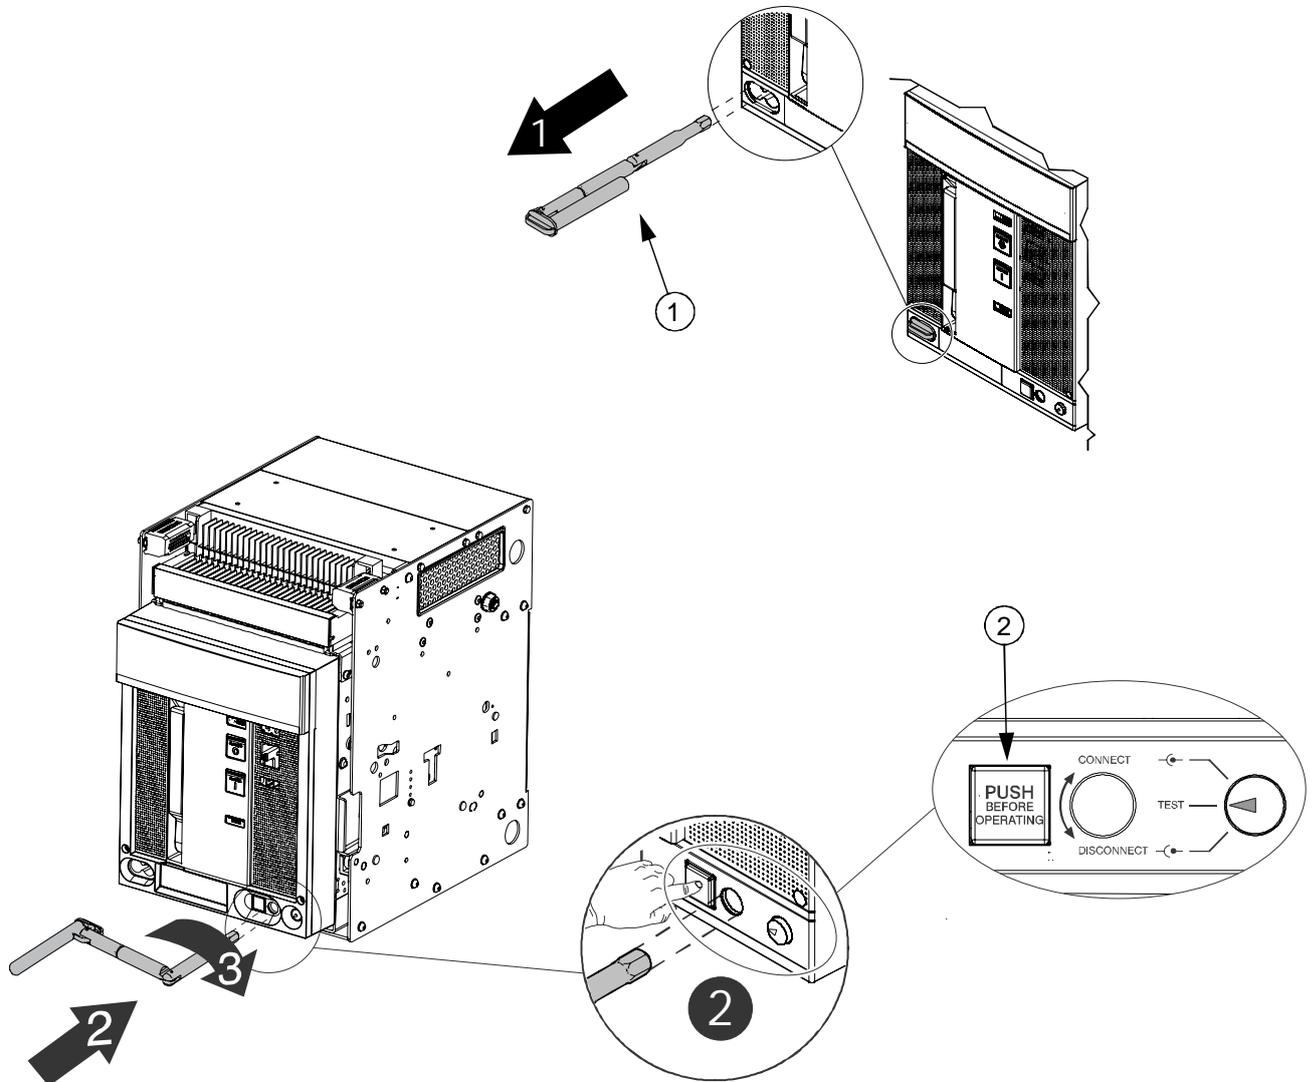

Fig. 12
Sbloccare la manovra premendo la levetta/pulsante di sblocco (2). Inserire la manovella (1) nel relativo innesto (fig. 12). Procedere quindi alla rotazione della manovella fino allo scatto automatico in blocco, coincidente con il ritorno nella posizione di riposo della levetta/pulsante (2). L'interruttore è in posizione di «test isolated» e può essere manovrato sia manualmente che elettricamente.
Unlock the operating mechanism by pressing the unlocking lever/push-button (2). Insert the handle (1) into its seat (fig. 12). Now turn the handle to the automatic locking position, at which the lever/push-button (2) will return to its inoperative position. The circuit-breaker is in the «test isolated» position and can be operated both electrically and in the manual mode.
Die Schaltung freigeben, indem man den Hebel/die Taste zur Entriegelung (2). Die Handkurbel (1) in die entsprechende Aufnahme (Abb. 12) stecken. Dann die Drehung der Handkurbel bis zur automatischen Einrastung in der Verriegelung vornehmen, die mit der Rückkehr des Hebels/der Taste (2) in die Ruhestellung übereinstimmt. Der Leistungsschalter befindet sich in der Position «test isolated» und kann sowohl von Hand als auch elektrisch geschaltet werden.
Débloquer la manœuvre en appuyant sur le levier/bouton-poussoir de déblocage (2). Introduire la manivelle (1) dans son accouplement (fig. 12). Puis tourner la manivelle jusqu'au premier cran automatique de blocage, qui coincide avec le retour levier/bouton-poussoir (2) dans la position de repos. Le disjoncteur est dans la position de «test isolated» et il peut être manœuvré aussi bien manuellement qu'électriquement.
Desbloquear la manivela presionando la palanca/pulsador de desbloqueo (2). Insertar la manivela (1) en el correspondiente acoplamiento (fig. 12). Efectuar la rotación de la manivela hasta el primer disparo automático en bloqueo, coincidente con el retorno en la posición de reposo de la palanca/pulsador (2). El interruptor está en posición de «test isolated» y puede ser maniobrado manual o eléctricamente.